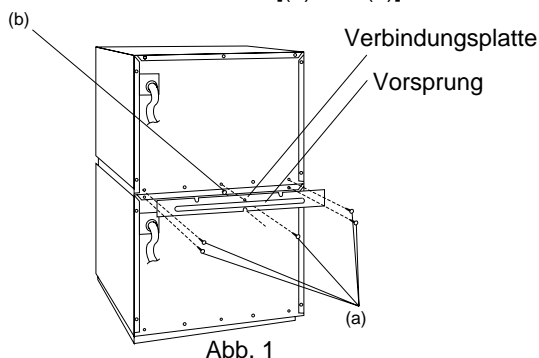

Abb. 1
1. Stellen Sie die Geräte übereinander und entfernen Sie die fünf Schrauben (a) auf der Rückseite (siehe Abb. 1).